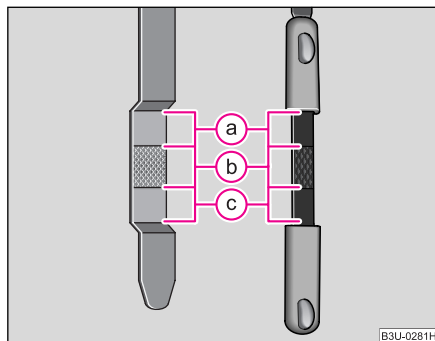

Fig. 161 Joja
- Scoateți joja din nou și citiți nivelul uleiului ♥ fig. 161.
Nivelul uleiului nu trebuie să fie în nici un caz, deasupra zonei (a) ♥ pagina 214, fig. 161. În caz contrar, uleiul poate fi absorbit în motor și ar putea ajunge în atmosferă prin instalația de evacuare a gazelor. Uleiul poate fi ars în catalizator și l-ar putea deteriora. ■